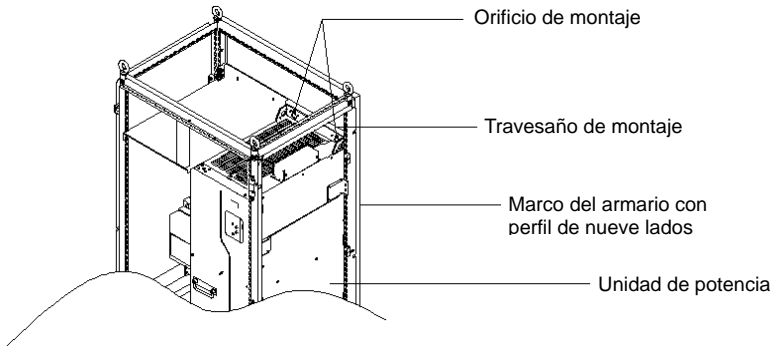

Figura 4-12 Vista tridimensional del montaje de una unidad VFD GD270 280-500 kW en un armario
- Cuando monte un GD270 280-500 kW VFD en un armario de perfil de nueve lados con profundidad de 600 mm, debe doblar el travesaño de montaje hacia dentro (como se muestra en Figura 4-12) para aprovechar el espacio de la columna, lo que no es necesario para el montaje en un armario estándar con profundidad de 800 mm o más.